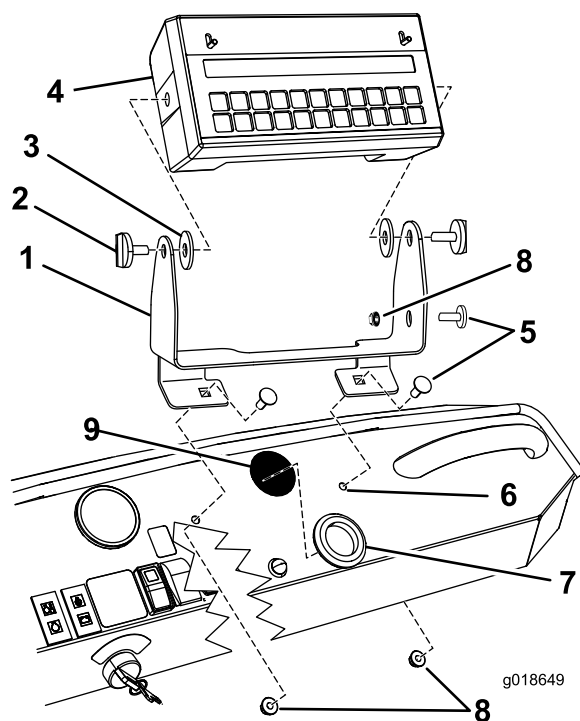

図 2
1. 取り付けブラケットをダッシュボードに固定する キャリッジボルト5/16 x 3/4 インチ 本とロックナット5/16 インチ 2個を使用する 図 2。
7. ハンドノブ2個を使ってコンピュータコンソールを、取り付けブラケットに取り付ける図 2。